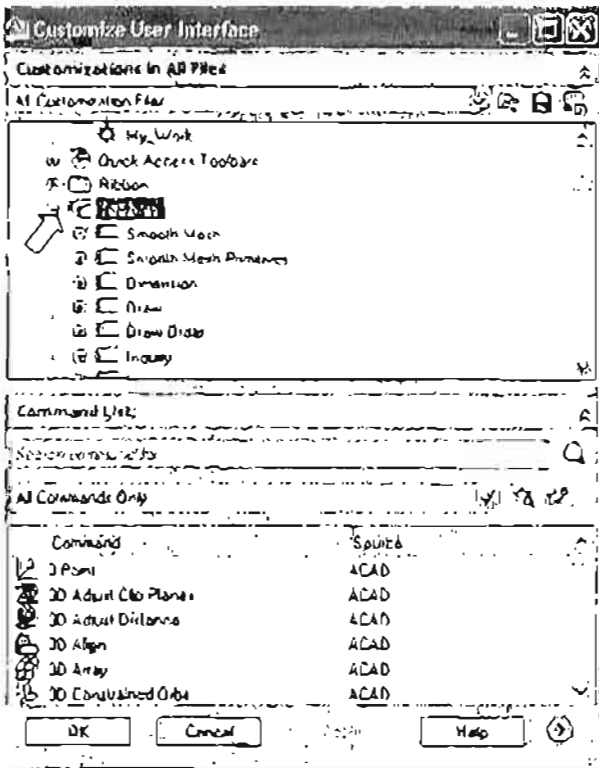

Рис. 1.40. Выбор элемента интерфейса для добавления кнопки
2. В раскрывшемся списке выберите элемент **Toolbars** (Панели) и разверните список имеющихся в программе панелей инструментов, щелкнув на значке плюс (+) слева от строки **Toolbars** (рис. 1.40).
2. На вкладке Customize (Адаптация) разверните список Toolbars (Панели) в рабочем поле панели Customizations in All Files (Адаптация в основном интерфейсе) щелчком на знаке плюс (+) слева от наименования списка (см. рис. 1.40).